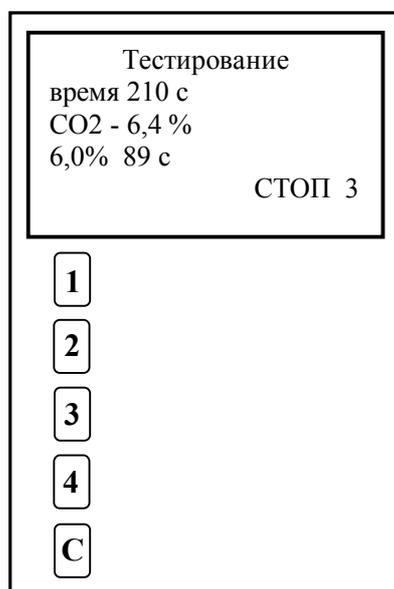

**Рисунок 9**
13.6 На 10 и 55 секундах тестирования, а так же по достижению установленной концентрации углекислого газа программа подает кратковременный звуковой сигнал, сигнализирующий о необходимости регистрации пиковой систолической скорости кровотока в средней мозговой артерии методом транскраниальной доплерографии. Если по достижению 180 секунды тестирования концентрация углекислого газа в выдыхаемом воздухе не достигнет заданной, программа подает звуковой сигнал с отображением на дисплее надписи «Концентрация не достигнута» (Рис.9)